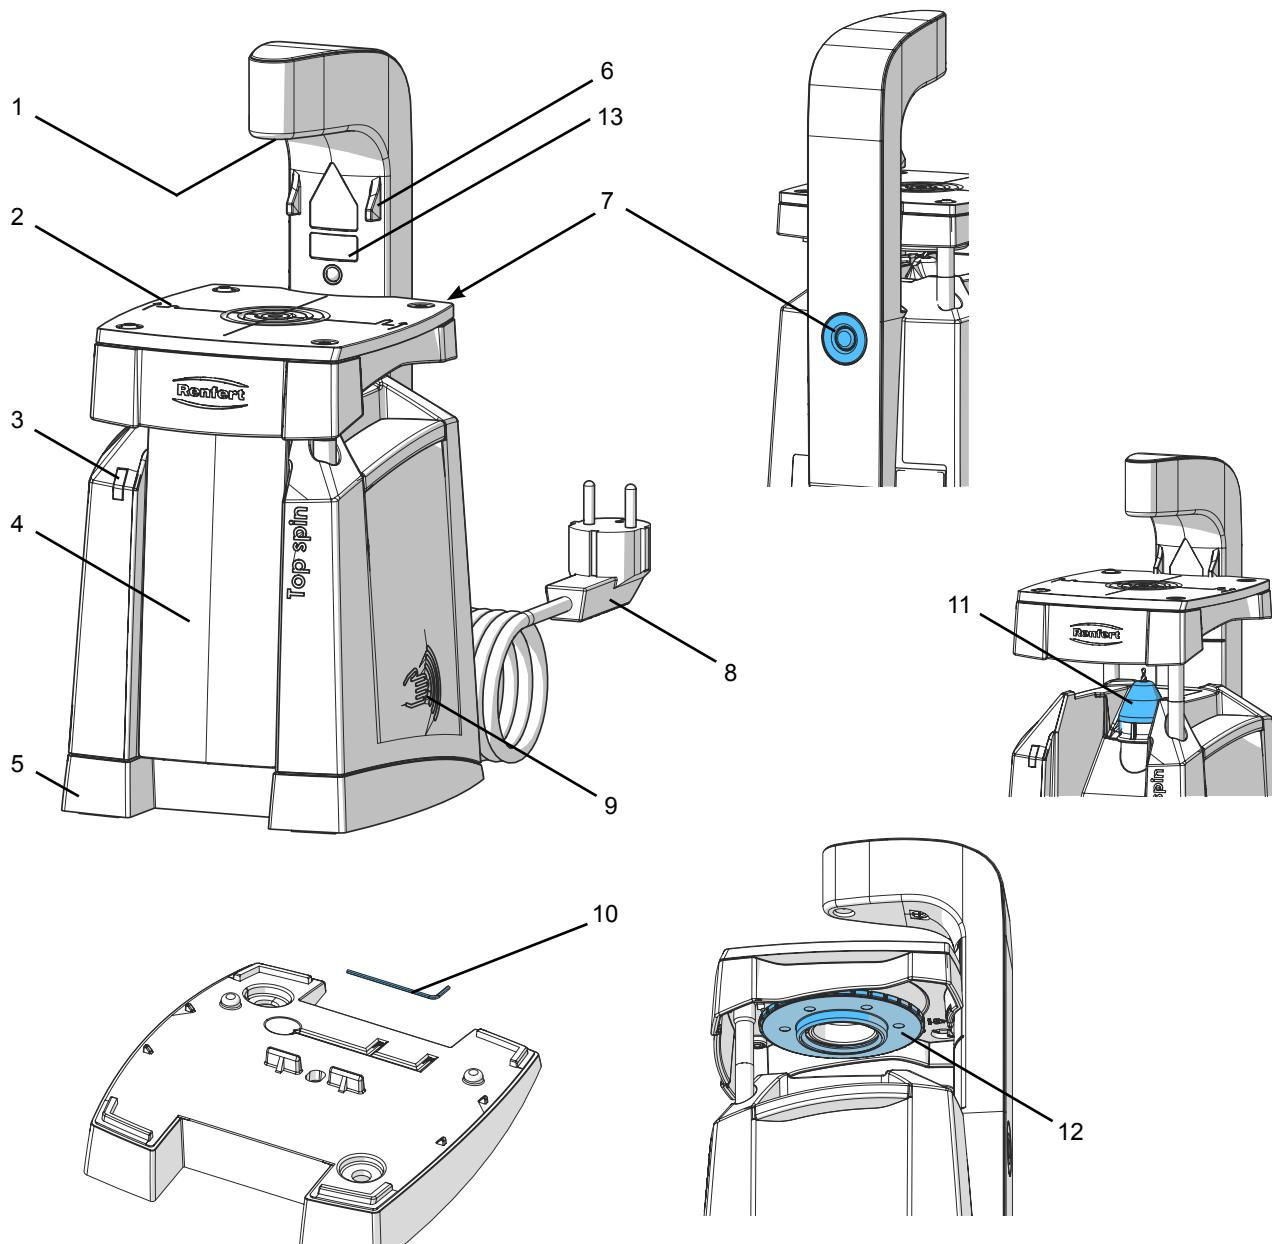

Fig. 1
- ⇒ Scoateti eticheta de avertizare laser in limba dvs din setul de autocolante si lipiti pe eticheta de avertizare curenta (13, Fig.1).
⇒ Puneti arcada dentara pe masa de burghiere (2, Fig.1) si aliniati laserul tinta (1, Fig.1).